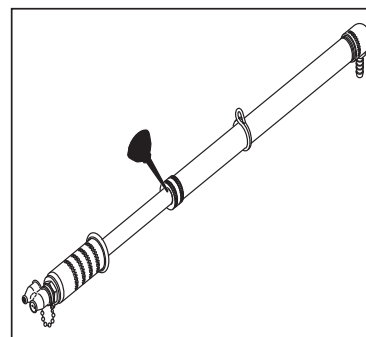

Figura 9.
2. Aplique unas cuantas gotas de aceite ligero o grasa en la tuerca de la glándula para facilitar la operación de la bomba. **Ver Figura 9.**